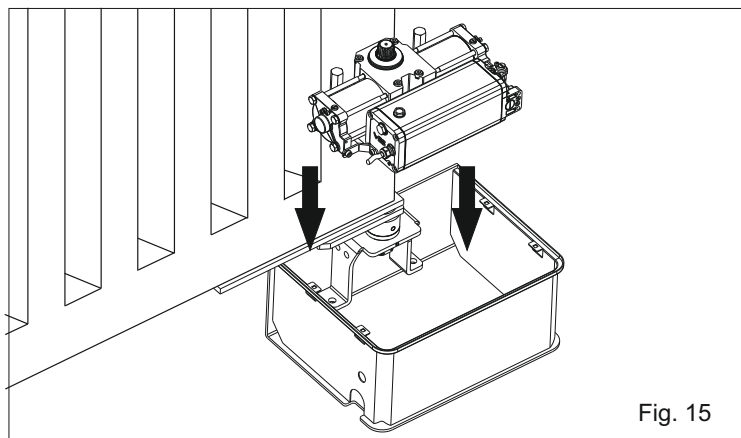
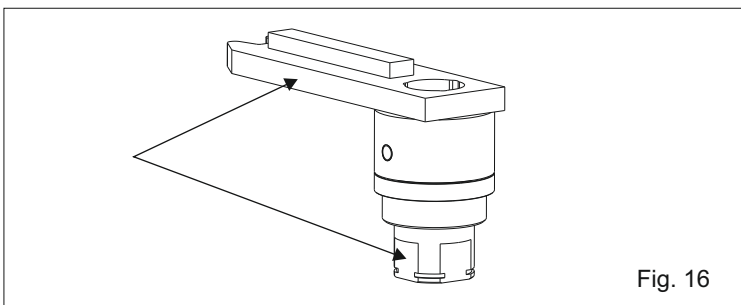
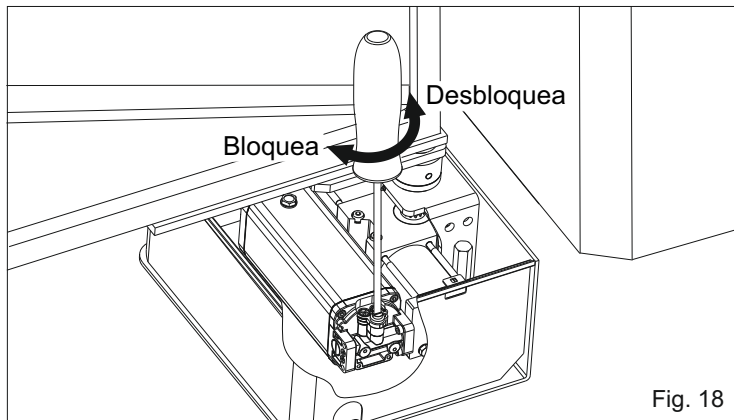

Fig. 15
Fig. 16
Fig. 18
4.1. introducir manualmente el operador en la caja portante (Fig. 15) y insertar el árbol acanalado del operador en el eje acanalado de la caja fijando el actuador con los tornillos especiales (Fig. 16). Para facilitar el inserimento ondear la hoja (Fig. 18)
-Insertir el destornillador en el tornillo de desbloqueo y girar de 180° aproximadamente en sentido anti-horario (Fig. 18).